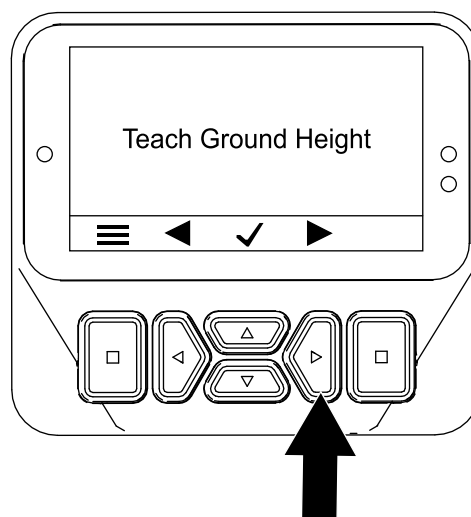

図 46
3. 右ボタンを2回押して、「ティン地上高の校正」画面を表示する (図 46)。